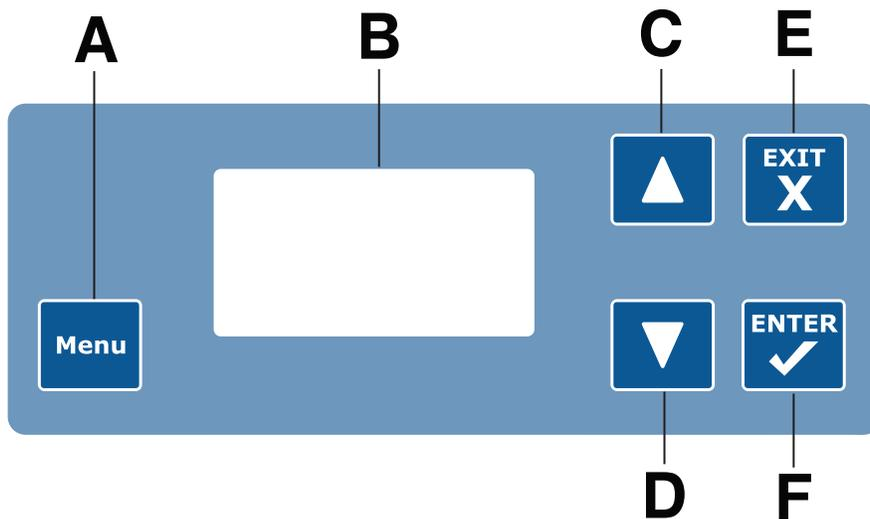

Figure 40 – Menu
Pour accéder à une option de menu, appuyer sur **Menu** (A) (Figure 40).
1. Appuyer sur **Menu** (A) (Figure 40).
3. Appuyer sur **Entrée** (F) (Figure 40).
1. Appuyer sur **Menu (A)** (Figure 40).
3. Appuyer et maintenir enfoncée la touche **Entrée (F)**.
5. Appuyer sur **Entrée (F)** (Figure 40).
7. Après avoir ajouté de l'équipement ou des dispositifs au produit ou en retiré, appuyer sur **Entrée (F)** (Figure 40).